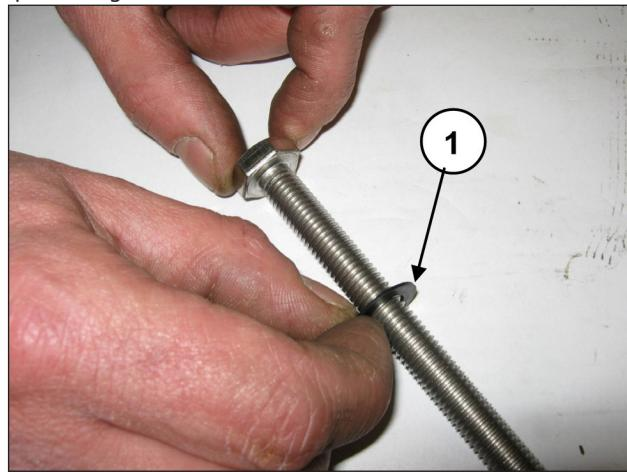

Fig. 146
Insira a arruela Ø10x18x0.9 no parafuso de fixação do pistão (pos. ①, Fig. 146).